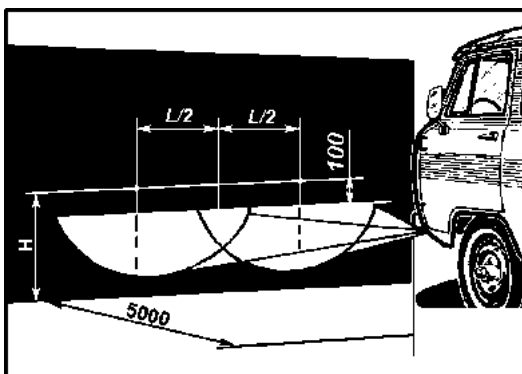

Рис. 9.40. Разметка экрана для регулировки противотуманных фар:
**+Противотуманные фары** регулируйте так, чтобы световые пятна на стене или экране были расположены, как показано на рис. 9.40. Для замены лампы поверните патрон в сборе с лампой против часовой стрелки и выньте его из гнезда.